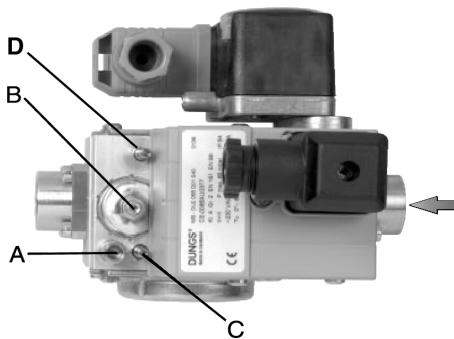
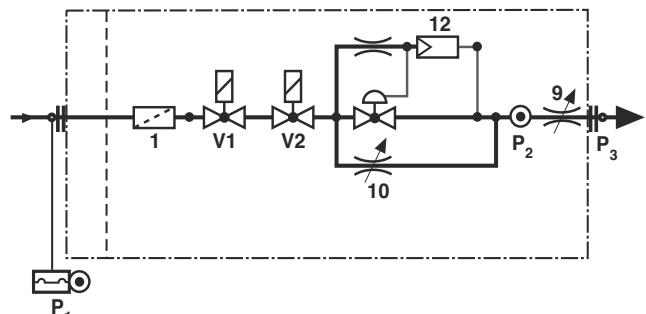

Fig. 8 -DUNGS MBC 65-DLE
Fig. 9
- A. presa pressione P2 (Fig. 9) a monte valvola D
C. valvola di accensione (n.10 in Fig. 9)
D. valvola di portata massima (n.9 in Fig. 9)
- svitare la vite **A** (Fig. 8) della presa di pressione e collegare il manometro;
- impostare al minimo il regolatore di pressione, girando la vite di regolazione **B** (Fig. 8) in senso antiorario;
- regolare la fiamma durante la fase di accensione utilizzando il by-pass **C** (vd. Fig. 9 n.10). Girando in senso orario, la portata del gas diminuisce, mentre aumenta girando in senso antiorario. Si raccomanda di non eccedere con la portata di accensione, pena l'inefficacia dello stabilizzatore **B** (Fig. 8).
Agire sul regolatore di pressione fino a raggiungere la portata desiderata, mediante la vite di regolazione **B** (Fig. 8): per aumentare la portata, girare la vite in senso orario, per ridurla, girare la vite in senso antiorario.
La valvola di regolazione D del riduttore della quantità del gas principale è stata completamente aperta in fabbrica: la sua posizione non deve essere modificata. Dopo avere eseguito tutte le regolazioni, rimuovere il manometro e riavvitare la vite di chiusura A (Fig. 8) nella presa per il manometro. La valvola di regolazione D del riduttore della quantità del gas principale è stata completamente aperta in fabbrica: la sua posizione non deve essere modificata. Dopo avere eseguito tutte le regolazioni, riavvitare la vite di chiusura A (Fig. 8) nella presa per il manometro..